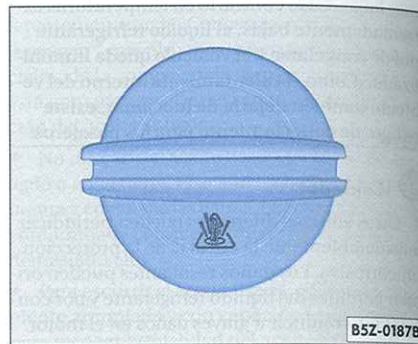

Fig. 116 En el vano motor: remueva la tapa del depósito del líquido refrigerante
- Cubra la tapa del depósito de expansión del líquido refrigerante ⇒ **fig. 116** con un paño grueso y gírela cuidadosamente hacia la izquierda ⇒ .